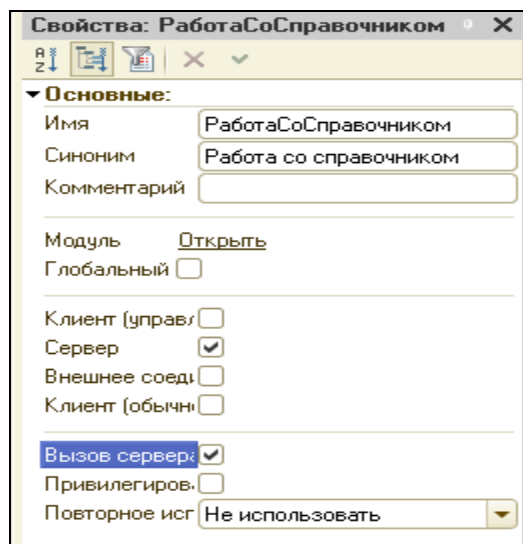

Рисунок 3.17 Свойства модуля РаботаСоСправочников
1. Создать функцию *РозничнаяЦена()*. Эта функция будет возвращать актуальную розничную цену номенклатуры и поместить ее в общий модуль конфигурации. В конфигураторе открыть ветку **Общие/Общие модули**, добавить объект конфигурации **Модуль**, назвать модуль **РаботаСоСправочником**, настроить его свойства (рис.3.17).